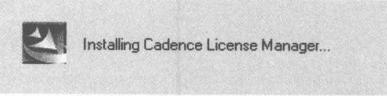

图1-12 正在安装Cadence License Manager
- (8) 单击 **Next >** 按钮, 开始安装 Cadence License Manager, 如图 1-12 所示。